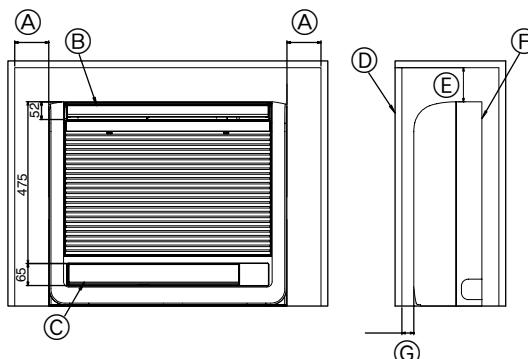

Fig. 6-1
6.1. Wandeinbau der Innenanlage (Fig. 6-1)
- (A) 100 mm oder mehr